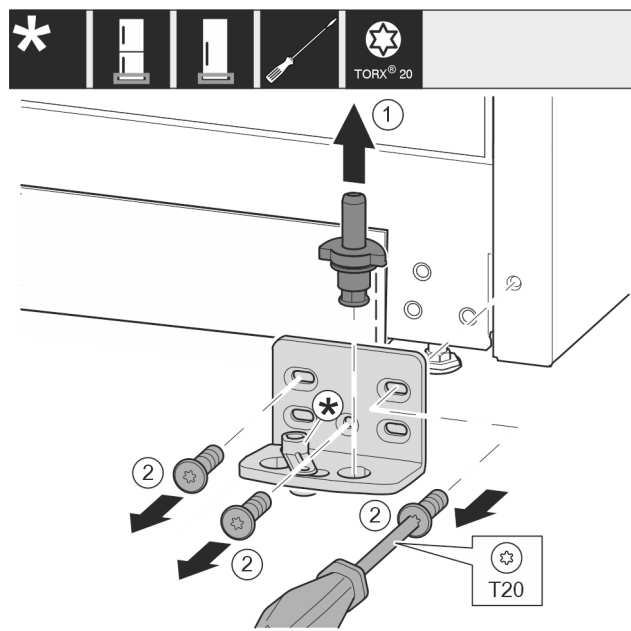

Fig. 13
- ▶ Ložiskový čep Fig. 13 (1) celý vytáhněte nahoru.
- ▶ Šroubovákem vyšroubujte šrouby Fig. 13 (2) a sejměte stojan ložiska.